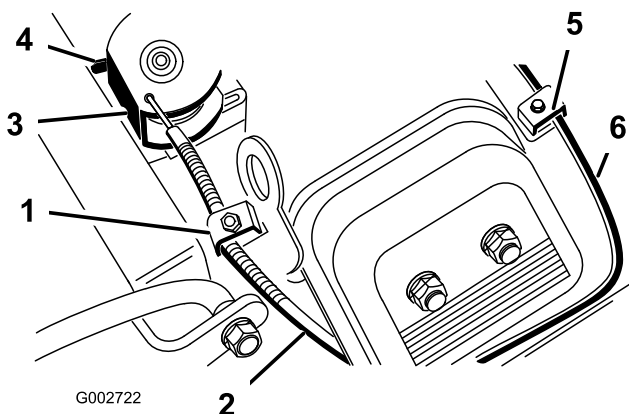

Рисунок 38
2. Ослабьте винт зажима тросика дроссельной заслонки, который крепит тросик к двигателю (Рисунок 38).
- Сильно потяните за тросик дроссельной заслонки, чтобы задняя часть шарнира коснулась упора (Рисунок 38).
- Ослабьте винт зажима тросика воздушной заслонки, который крепит тросик к двигателю (Рисунок 38).
- Сильно потяните за тросик воздушной заслонки (Рисунок 38), чтобы ее двустворчатый клапан полностью закрылся; затем затяните винт зажима тросика.